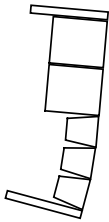

図 33: 2 つめの Q フライングフレームを取り付けてアレイを固定する方法
- 3 台以上のキャビネットによるアレイでは、必ずコラムの最下部にも Q フライングフレームを取り付けて固定してください。この時にワイヤーやロープは必ずキャビネットのリギングソケットではなく Q フライングフレームに接続してください。(図 33)